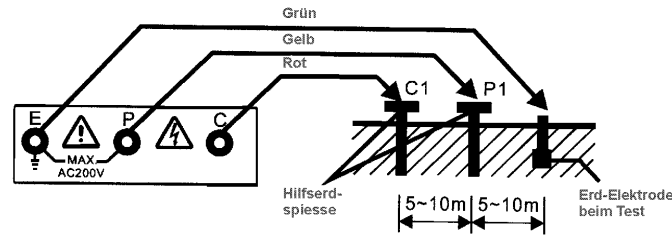

Abb. 1
1. Grüne, gelbe und rote Prüfleitung an die Eingänge E, P und C anschließen und Erdmessstäbe P und C in gerader Linie tief in den Boden stecken (siehe Abbildung 1).
- Folgen Sie dem Verbindungsaufbau in Abb. 1. Die rote LED-Anzeige wird leuchten. So kann man sehen, ob während der Erdwiderstand ein korrekter Stromkreislauf gegeben ist.